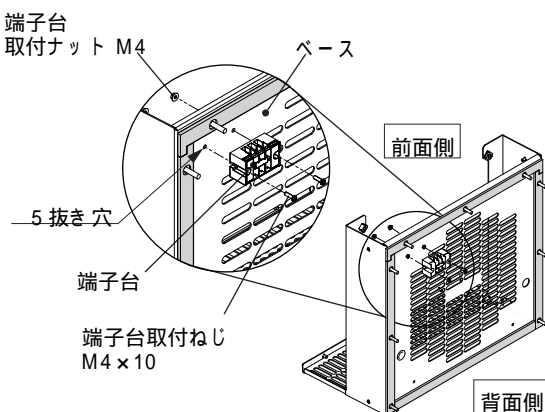

図6
3. 端子台取付ねじ M4×10と 端子台取付ナット M4 2カ所)にて端子台 3P)をベースの背面側から確実に固定してください。(図6)